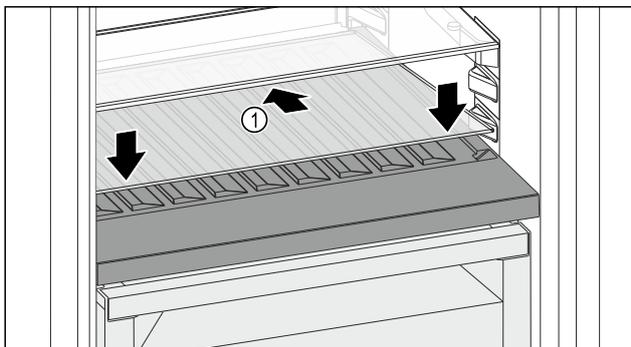

Fig. 118
- Posizionare il ripiano di vetro *Fig. 118 (1)* inclinato indietro e verso il basso.
- Abbassare la parte anteriore del ripiano di vetro *Fig. 118 (1)*.